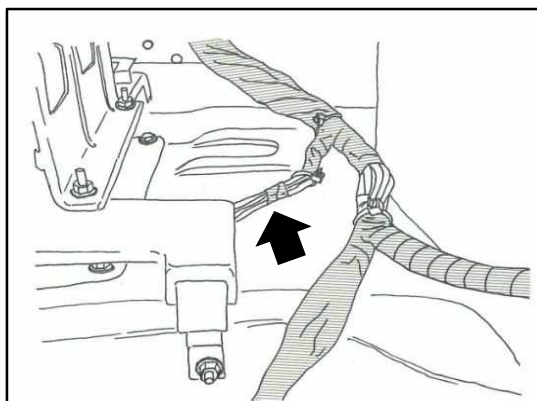

図1 ハーネス切断位置
(2) ボルト・ナットを外し、ストラットタワーバーを補強パネルと一体で取り外します。
(3) トランクルーム右前方の、図1に示す配線の中から黒/黄と茶(太)の線をさがし、切断します。
① 黒/黄線のフューエルポンプ側コードにオスギボシを、車両側(モジュレータ側)コードにメスギボシをカシメます。
② 茶線のフューエルポンプ側コードにメスギボシを、車両側(モジュレータ側)コードにオスギボシをカシメます。
(4) 基本配線図を参考にしながら、リレーハーネスの赤線と黒線をそれぞれ(3)の黒/黄、茶線と接続します。
(5) 丸型端子をバッテリーに接続します。